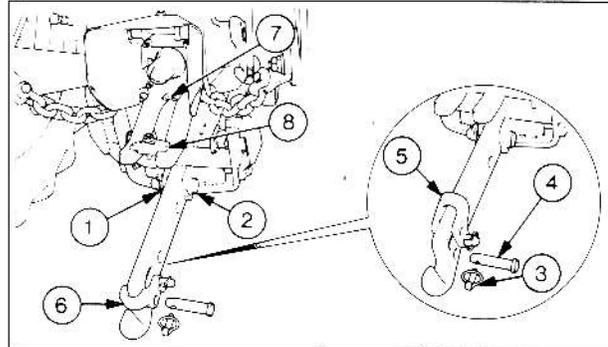

Fig 40
1. Déposer la goupille (1 Fig. 40).
1. Déposer le boulon de serrage et retirer le verrou de sa position de remisage (7 Fig. 40).
2. Boulonner le verrou en travers des deux languettes. (8).
3. Pour utiliser le crochet en positions sorties, déposer le verrou (8) et monter le verrou (6).